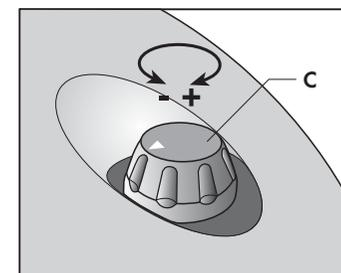

Fig. 7
- Premere l'interruttore generale luminoso (B).
- Per regolare l'aspirazione agire sulla manopola (C), ruotandola in senso antiorario per una maggiore aspirazione ed in senso orario per una minore aspirazione. (Fig. 7)